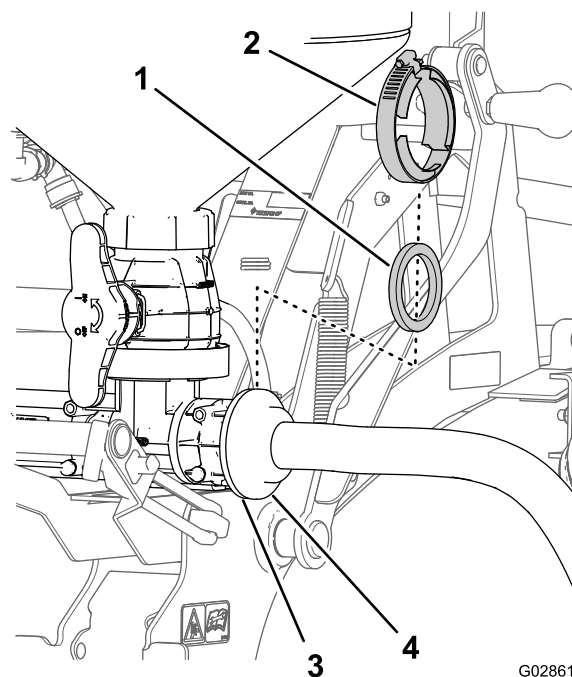

Figure 26
- Alignez le raccord à bride du flexible d'alimentation sur la bride du mélangeur (Figure 26).
- Fixez le flexible d'alimentation sur le mélangeur avec un joint et un collier à bride (Figure 26).